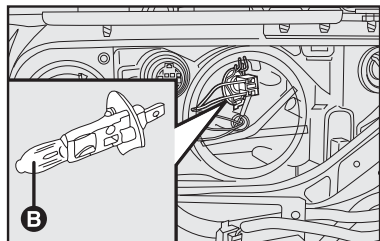

fig. 18
LUCES ALTAS fig. 18
- quite la lámpara **B-fig. 18** y sustitúyala;